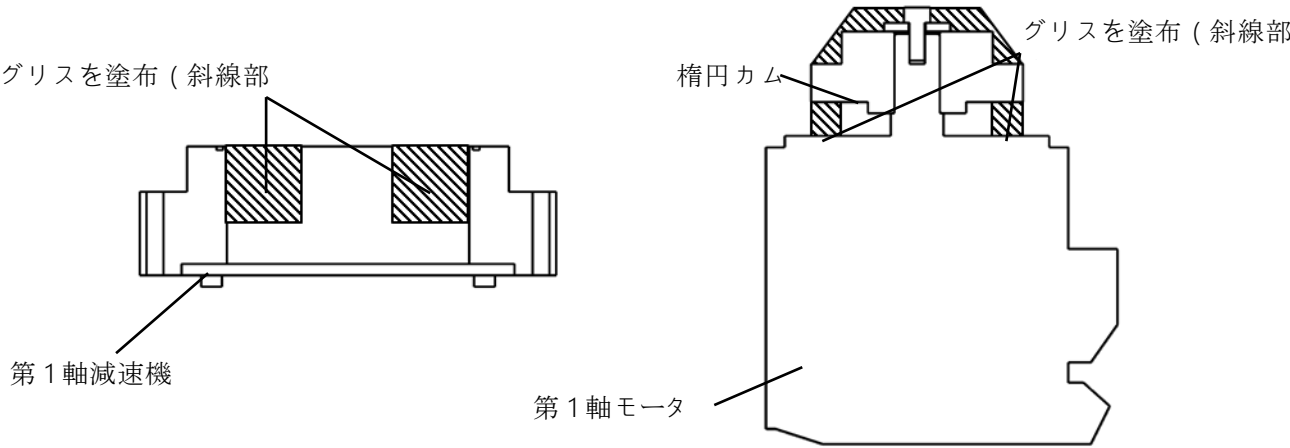

図 7.48 第1軸減速機のグリス塗布
4) 第1軸減速機本体の内側に表 7.12 に示す量のグリスを図 7.48 に示す様に塗布します。また、第1軸モータ側も同様にグリスを塗布します。